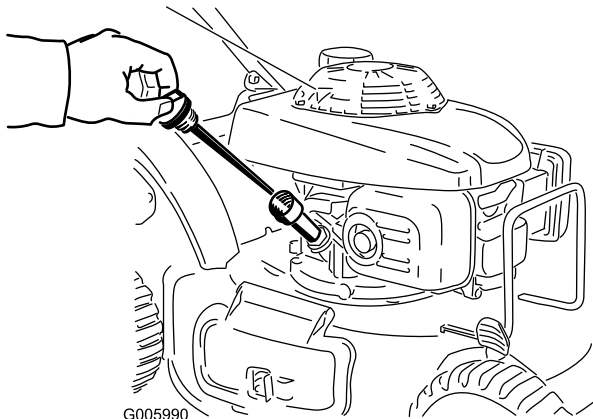

Figura 9
- Retire la varilla (Figura 9).
- Vierta aceite **lentamente** por el tubo de llenado de aceite, comprobando el nivel con la varilla de vez en cuando, hasta que la varilla indique que el motor está lleno, tal como muestra Figura 9. **No llene demasiado.** (Capacidad máxima: 0,55 l (20 onzas), **tipo: aceite detergente SAE 30W** con clasificación de servicio API SH, SJ, SL o superior.)